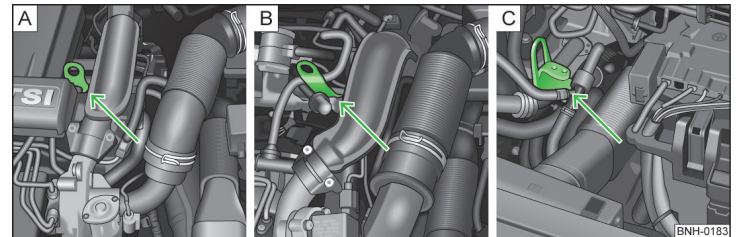

Abb. 145 Massepunkt des Motors: START-STOPP-System
- 1,2 l/63 kW TSI und 1,2 l/77 kW TSI Motoren » Abb. 145 - **A**
- 1,4 l/90 kW Motor » Abb. 145 - **B**
- 1,6 l/77 kW TDI CR Motor » Abb. 145 - **C**